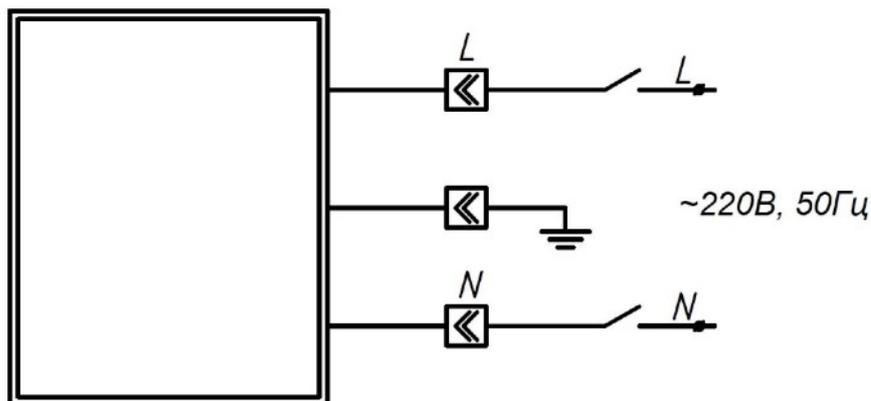

Рис. 2. Схема подключения
- 3.4. Подключить питающий кабель согласно «Схемы подключения» - Рис. 2.